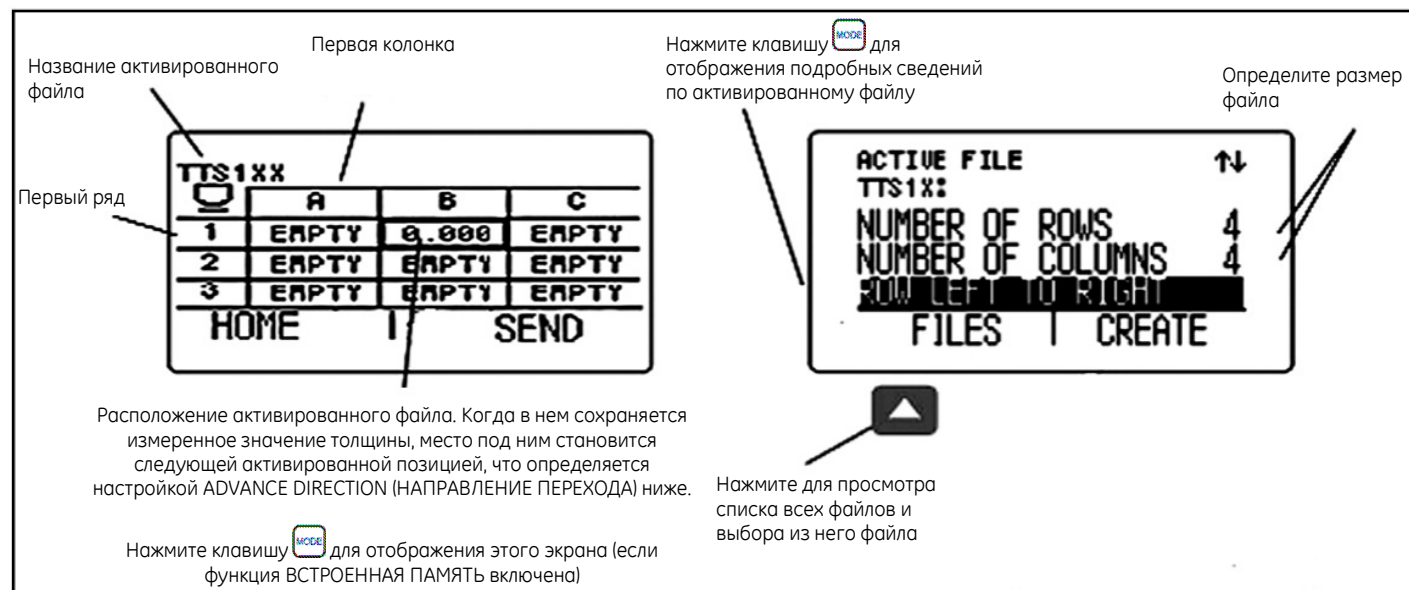

Рис. 20. Определение размера и направления перехода для файла памяти
- Номера ROWS (РЯДОВ) и COLUMNS (КОЛОНОК) в файле памяти (см. рис. 20 на стр. 48).
- ADVANCE DIRECTION (НАПРАВЛЕНИЕ ПЕРЕХОДА) (см. рис. 20 на стр. 48).
Функцию встроенной памяти следует включать (ON) через экран CONFIGURATION (КОНФИГУРАЦИЯ). После того как функция встроенной памяти будет включена, содержание активированного файла будет отображено в виде *сетки навигации по файлу (File Navigation Grid)*, показанной на *рис. 20, стр. 48*.
Когда встроенная память ВКЛЮЧЕНО, содержание активированного файла памяти отображается виде *сетки навигации по файлу (File Navigation Grid)*, показанной на *рис. 20, стр. 48*. После того как сетка навигации по файлу активирована, клавиши , ,  и  можно использовать для выбора любого места запоминания в файле. Выделенный квадрат сетки появляется вокруг выбранного места запоминания в файле. После выбора места запоминания в файле: